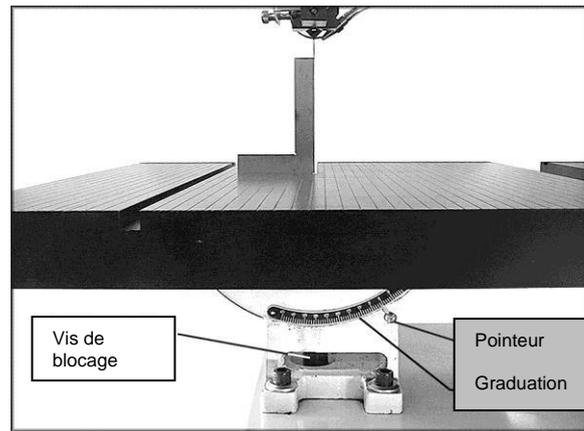

Figure 11
1. Placer la table à l'horizontale avec la graduation sur « 0 » (Figure 11).
3. Si l'équerre n'est pas affleurante à la lame, desserrer la vis sous la table (Figure 11) avec une clé de 26 mm (fournie).